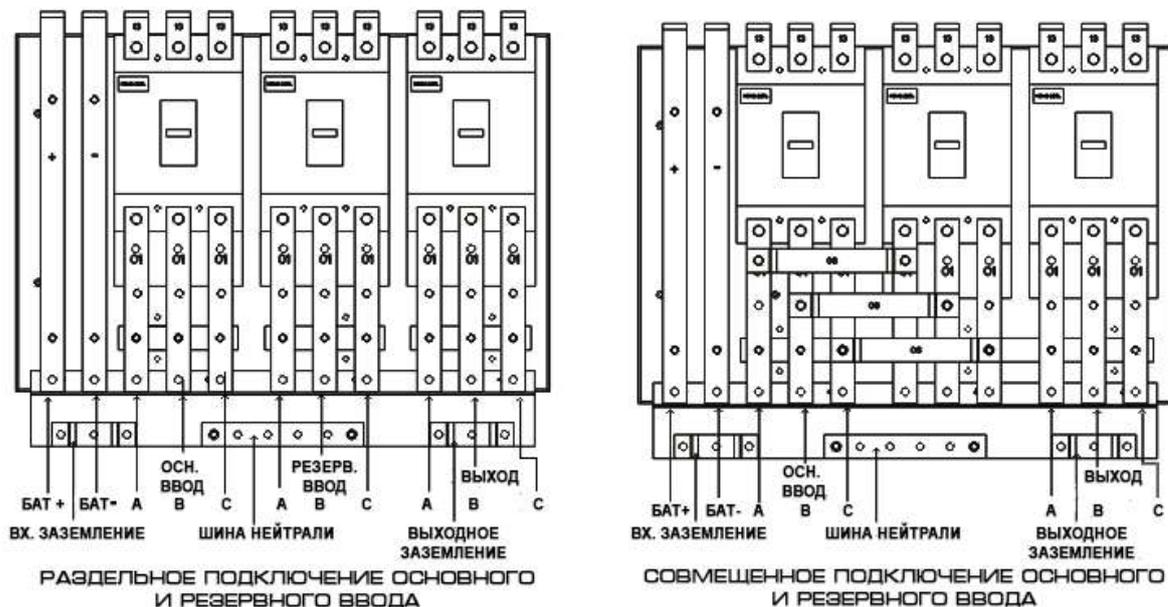

Рис. 2.12 Входные и выходные подключения кабинета 80кВА
2) Подключите заземление, кабель основного ввода, кабель резервного (байпасного) ввода (или установите шины если они не установлены), батарейный кабель, выходной кабель к соответствующим клеммам. На рис. 2.12. изображены раздельное и совмещенное подключение основного и резервного вводов.